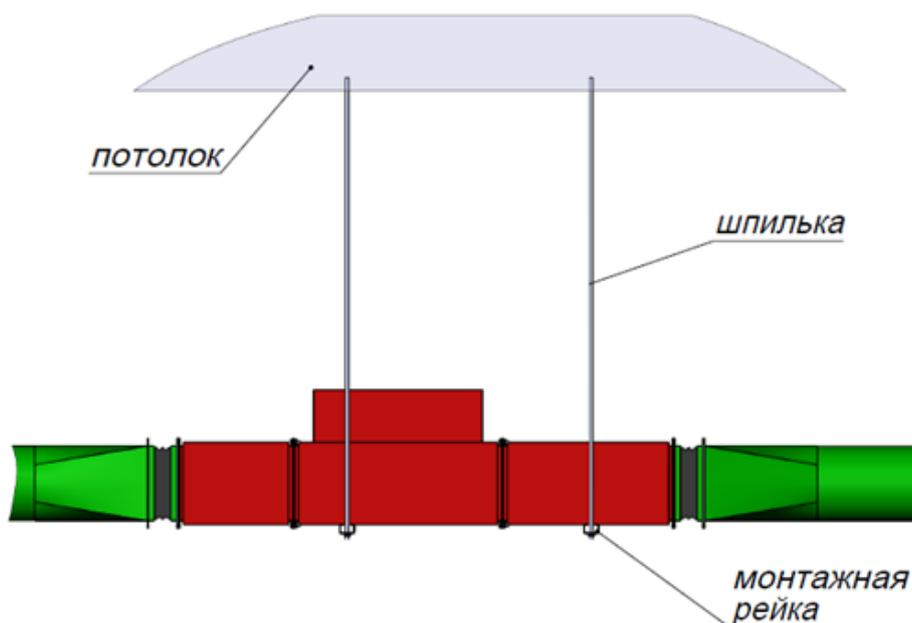

Рис. 4. Крепление Газоконвертора к потолку
- На подвесную конструкцию из шпилек и монтажных реек (Рис. 4)